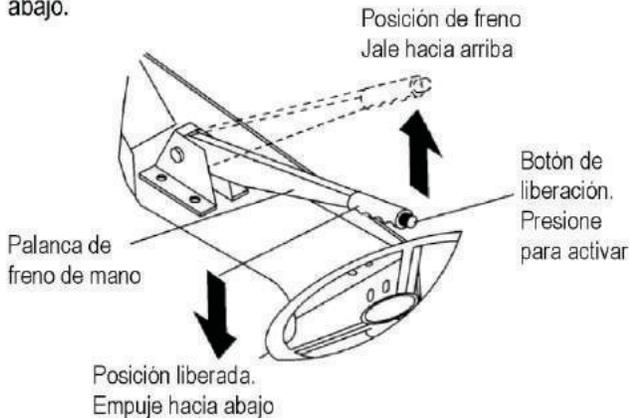

Figura 21. Palanca de Liberación de Frenos
1. Para liberar el freno de mano, presione y sostenga el botón de liberación (Figura 21), jale ligeramente la palanca del freno, y luego empuje el freno de mano completamente hacia abajo.